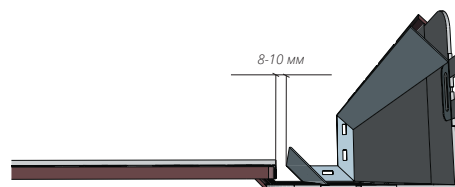

Рисунок 98
- 18.1** Фактурные углы можно монтировать до монтажа фасадных панелей, по окончании монтажа каждого ряда панелей, либо по окончании монтажа всей стены. Зазор между панелью и углом должен быть 8 -10 мм (Рис. 98).